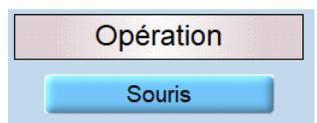

Figure 92
**Souris** : une fois activé, permet à l'utilisateur de contrôler le réglage de volume en utilisant la souris. Le volume est ajusté par le biais de la souris : soit en cliquant sur le niveau dans l'audiogramme correspondant, soit en appuyant sur les flèches  dans le coin supérieur gauche ou le coin supérieur droit de l'écran, selon le canal (Figure 92).